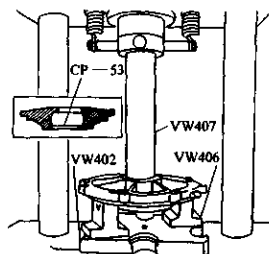

图 3-112 拆下差速器轴承外圈和调整垫片  $s_1$
- 6) 从主减速器盖上拆下差速器轴承外圈和调整垫片  $s_1$ ,如图 3-112 所示。